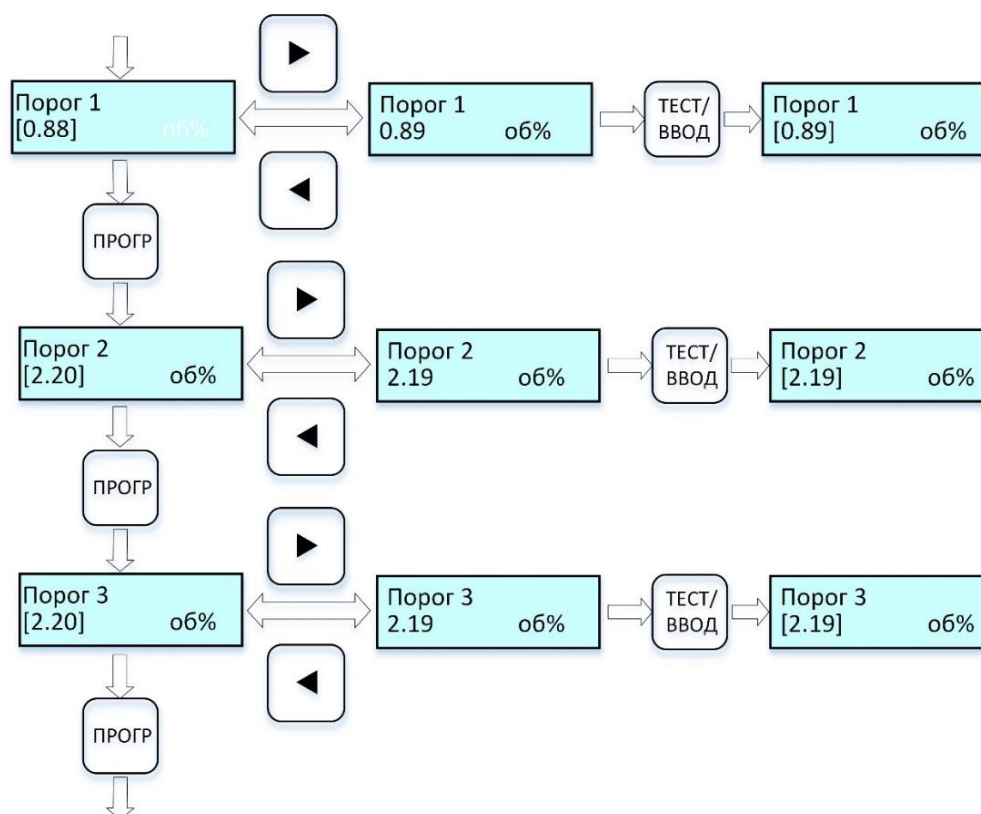

Рисунок 12 – Циклограмма выводимых сообщений на дисплей при установке значений порогов
2.6.5.5 Для **установки порогов** выполнить процедуры по циклограмме *рис. 12*: